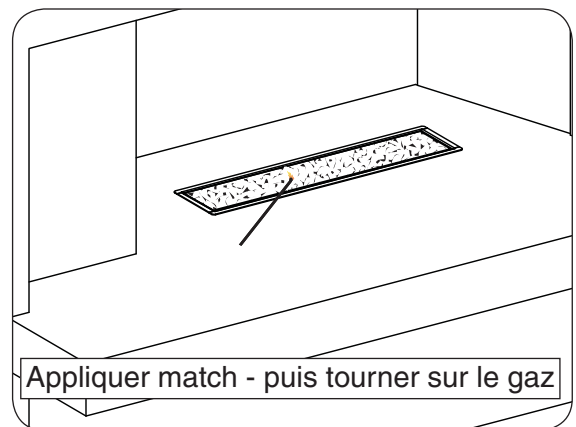

Fig. 20-1
3. Poser une allumettes à tige longue éclairé sur la surface des médias décoratifs près du brûleur (**ne pas tenir le match en main**) ou utiliser un briquet au butane long cou éclairé (Fig. 20-1).